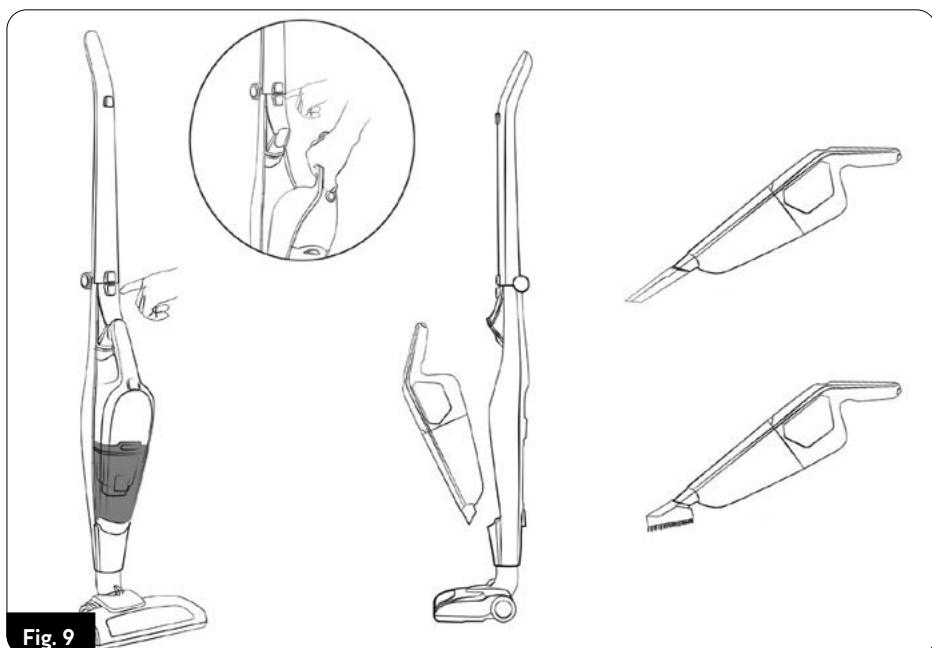

Fig. 9
4. Insieme all'aspirapolvere, l'Elettrospazzola (15) a LED (16) illumina la superficie da aspirare. L'elettrospazzola multifunzione è adatta per aspirare tutti i tipi di superfici dure e tappeti.
5. L'uso di attrezzi aggiuntivi dell'aspirapolvere (spazzolino, spazzola per fessure) è possibile dopo aver rimosso l'aspirapolvere dall'impugnatura principale. Premere il pulsante (4) e rimuovere l'aspirapolvere dall'impugnatura principale (2) e quindi collegare gli appositi accessori all'estremità dell'aspirapolvere (Fig.9).